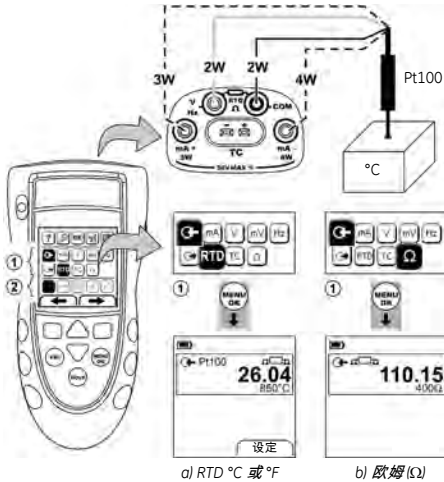

图 7: 示例配置 - 测量温度或电阻
1. 连接设备 (图 7/8), 如果有必要, 调整设置 (表 1)。